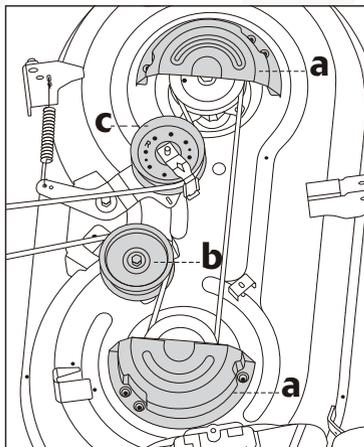

Fig. 26
2. Retire las dos cubiertas protectoras de la correa (a, fig. 26) quitando los seis tornillos que las sujetan a la cubierta.
3. Retire la polea fija (b, Fig.26) y la polea tensora (c, Fig.26).